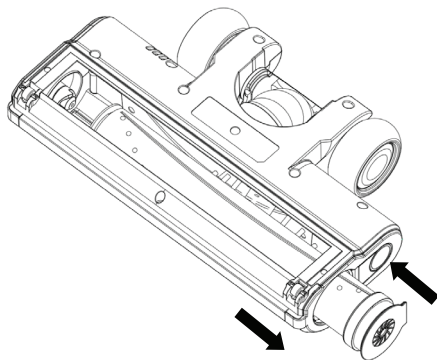

Рис. 21
- Нажмите кнопку, расположенную на правой стороне турбощеточки и достаньте валик (Рис. 21).